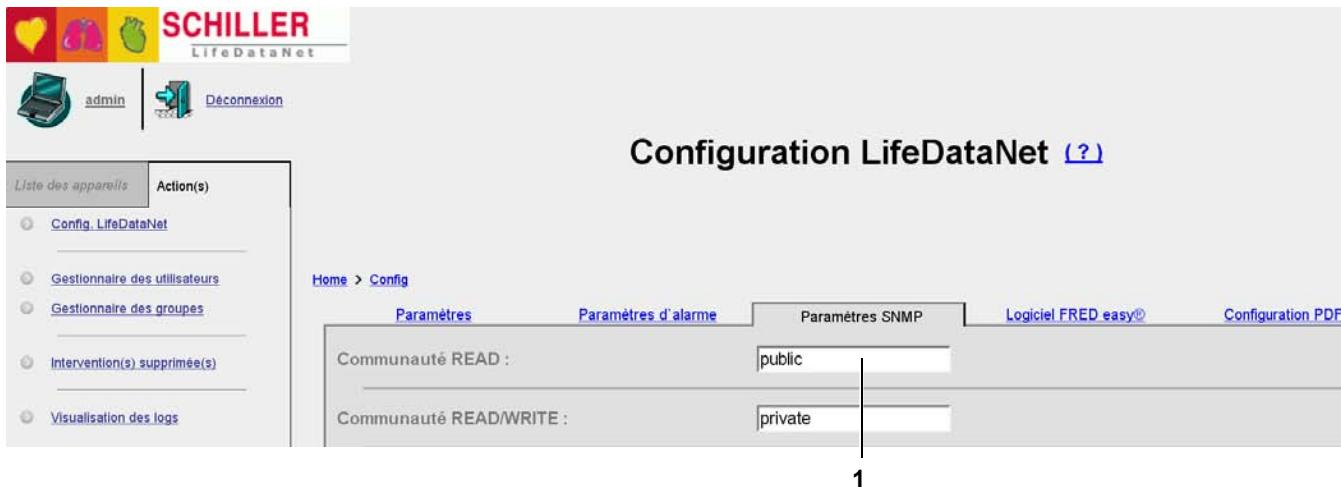

Fig. 5.9 Paramètres SNMP de LifeDataNet®
- Indiquez le mot de passe de la «RO Community» (2). Le mot de passe peut être choisi librement mais doit être le même que celui renseigné dans l'onglet «Paramètres SNMP» de la page **LifeDataNet® Configuration** (voir Fig. 5.9 page 47).
- Puis cliquez sur le bouton «Update» (3) pour confirmer les modifications.